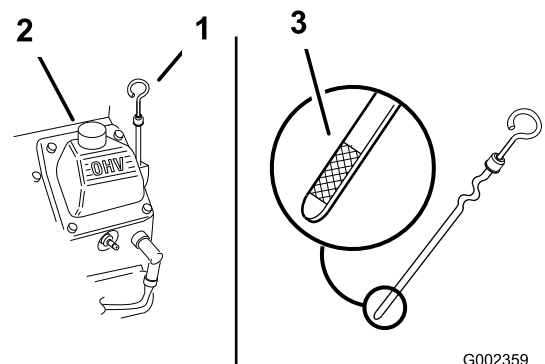

図 160
3. オイルキャップとディップスティック周辺をきれいに拭く(図 160)。